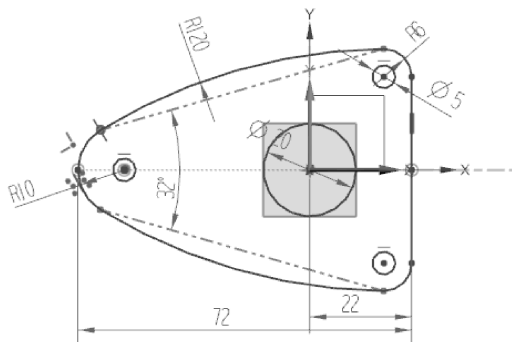

图 3-100 绘制草图
- 选择 XY 平面为草图平面，进入草绘环境，绘制如图 3-100 所示的草图曲线。